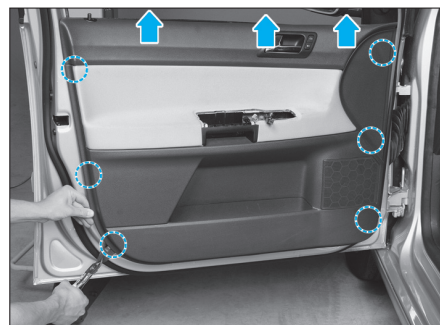

Fig. 57
- A l'aide d'une pince à dégrafer, dégrafer aux endroits indiqués (Fig.57), la garniture de porte avant et l'extraire.